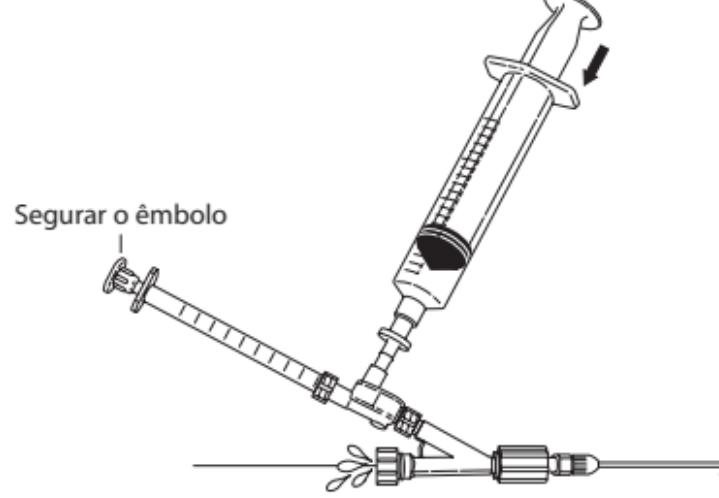

Fig. 6
8. Purge as restantes bolhas de ar, mantendo o êmbolo da seringa de 1 mL imobilizado e pressionando lentamente o êmbolo da seringa de 20 mL para forçar a saída das restantes bolhas de ar. Depois de todo o ar ter sido removido do sistema, aperte a válvula Tuohy-Borst em redor do dispositivo de oclusão da ponta. (**Fig. 6**)